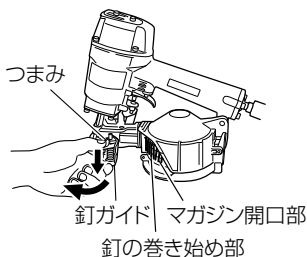

図 10
- 釘ガイドとつまみに指をかけ、つまみを下へ押し、そのまま左へ開きます。(図 10)